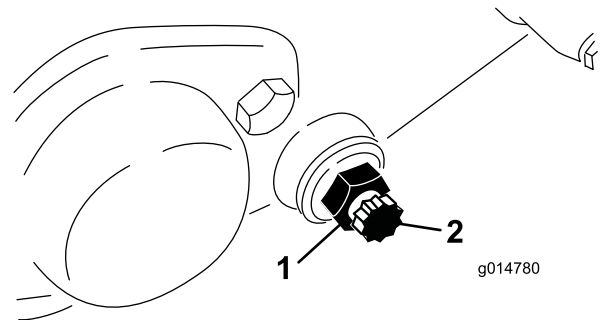

Figura 59
3. Allentate, da ciascun lato della macchina, il controdado che fissa il bullone della barra di appoggio (Figura 59).
4. Togliete i bulloni della controbarra perché quest'ultima possa essere tirata in giù e tolta dalla macchina. Conservate le due rondelle di nylon e le due rondelle in acciaio stampato da ciascun lato della barra di appoggio (Figura 59).